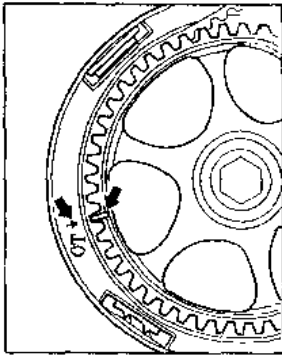

图 1-22 正时齿轮上的标记
① 断开点火开关,脱开蓄电池的搭铁线。
② 排空冷却液。
③ 拆下进气歧管的上部。
④ 拆下供油管、活性炭罐透气管的接头,拔下活性炭罐电磁阀上的软管。
⑤ 拆下带三元催化转化器的前排气管和歧管支架。拔出火花塞的插头。
⑥ 拆卸齿形皮带上部护罩。
⑦ 如图 1-22 所示,转动曲轴,使正时齿轮位于第 1 缸的上止点位置。正时齿轮上的标记与齿形皮带护罩上的标记对齐。松开张紧轮并取下正时齿轮上的齿形皮带。
⑧ 拆下正时齿轮。拆下凸轮轴上的平行键,拆下后齿形皮带护罩。